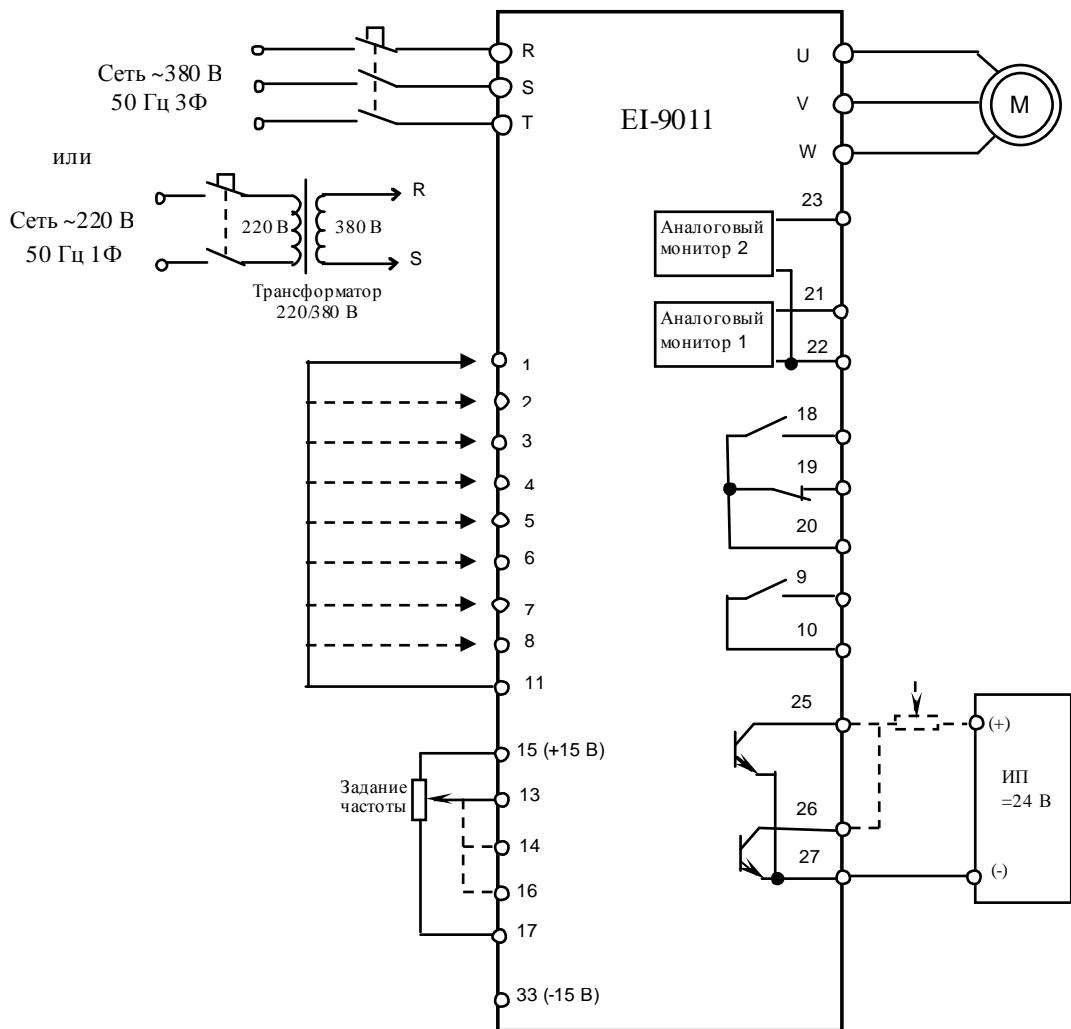

Рис. 4.14. Диагностика цепей управления преобразователя EI-9011.
4.13.18. Отсоединить потенциометр от клемм 15, 16, 17 и присоединить его к клемме 25 и к источнику питания =24 В, как показано на рис. 4.14. Включить источник питания. При помощи мультиметра в режиме измерения постоянного напряжения V= измерить напряжение между клеммами 25 и 27 – должно быть 24 ± 2 В.